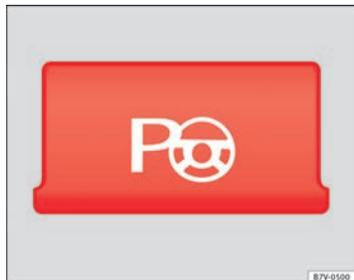

Abb. 145 Ansicht der Mittelkonsole: Taste zum manuellen Einschalten des Parklenkassistenten.
- **Bei Parklücken parallel zur Fahrbahn:** Taste bei einer Geschwindigkeit bis etwa 50 km/h **einmal** drücken. In der Taste leuchtet eine Kontrollleuchte, wenn die Funktion eingeschaltet ist ⇒ Abb. 145.
- **Bei Parklücken quer zur Fahrbahn:** Taste bei einer Geschwindigkeit bis etwa 50 km/h **zweimal** drücken. In der Taste leuchtet eine Kontrollleuchte, wenn die Funktion eingeschaltet ist ⇒ Abb. 145.
- Taste  wird gedrückt. In der Taste leuchtet eine Kontrollleuchte, wenn die Funktion eingeschaltet ist ⇒ Abb. 145.